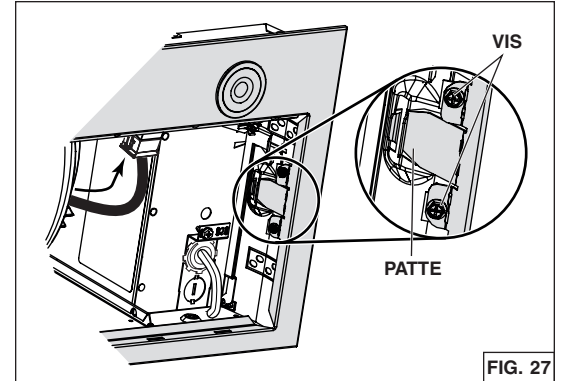

FIG. 27
- Réinstaller le châssis sur la hotte en enclanchant ses pattes de retenue (une par côté) à la coque de la hotte. Fixer le châssis à la hotte à l'aide des 4 vis de retenue (deux par côté). Brancher le câble du ventilateur à son connecteur situé sur le châssis (FIG. 27)